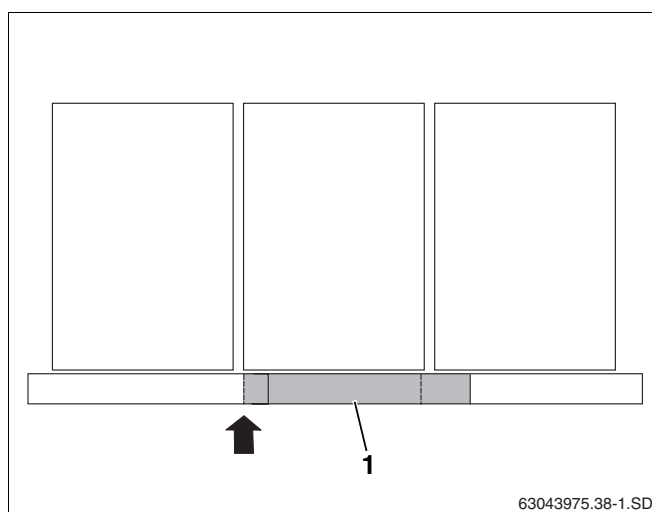

Fig. 45 Colocación de las chapas protectoras centrales para colectores verticales
En caso de montar más de dos colectores verticales son necesarias chapas protectoras para la parte inferior central (fig. 45, **pos. 1**). Éstas deben montarse al mismo nivel que el colector por la parte izquierda (flecha).